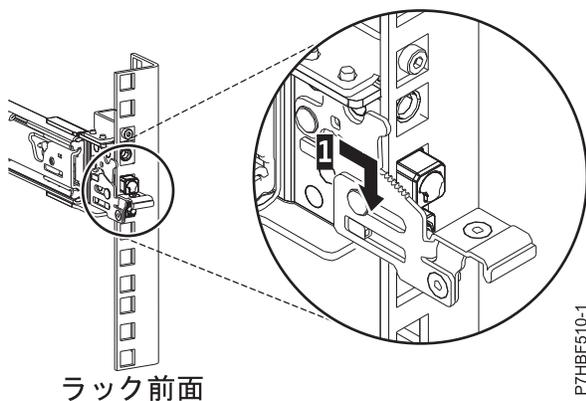

図 4. ラックの前面レールに取り付けられているピン
4. ラックの前面で、レール前部の 3 本のピンを、事前にマークを付けた、選択済みの EIA 単位の穴に挿入します。スライド・レールを下方に下げて (1)、中央のピンのフック機構を噛み合わせます。詳しくは、図 4 を参照してください。